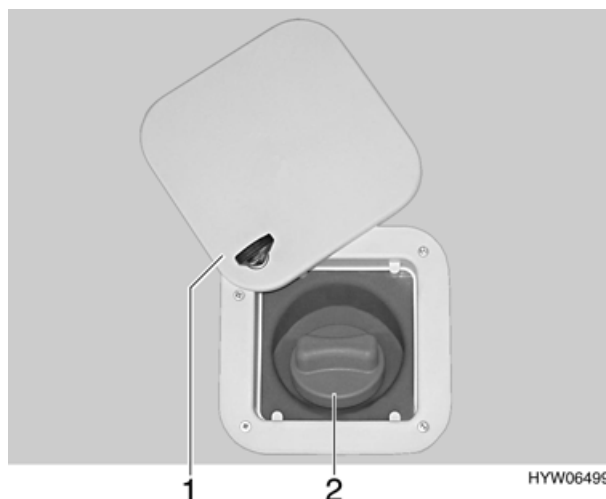
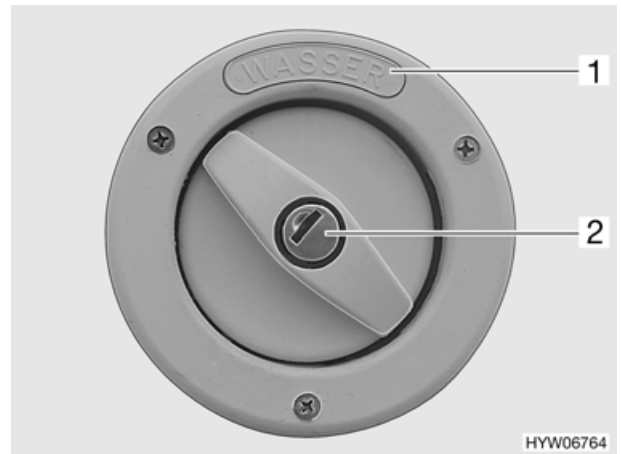

Bild 84 Verschlussdeckel für Frischwasser-Einfüllstutzen (Variante 1)
Bild 85 Verschlussdeckel für Frischwasser-Einfüllstutzen (Variante 2)
- Klappenschloss öffnen und Außenklappe (Bild 84,1) nach oben schwenken (siehe Kapitel 5).
- Blauen Verschlussdeckel (Bild 84,2) eine viertel Umdrehung entgegen dem Uhrzeigersinn drehen.
Der Frischwasser-Einfüllstutzen ist durch den Schriftzug "Wasser" (Bild 85,1) gekennzeichnet.
- Schlüssel in Schließzylinder (Bild 85,2) stecken und entgegen dem Uhrzeigersinn drehen.
- Schlüssel in Schließzylinder (Bild 85,2) stecken und im Uhrzeigersinn drehen.
- Frischwasser-Einfüllstutzen (Bild 84 oder Bild 85) außen am Reisemobil öffnen.